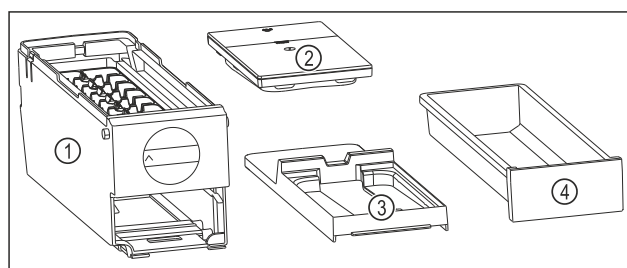

Fig. 185 Dele af EasyTwist-Ice
- ▷ EasyTwist-Ice er adskilt i fire dele. (se Fig. 185)
- ▶ EasyTwist-Ice må kun adskilles i de afbildede dele. (se Fig. 185)
- ▶ Rengør EasyTwist-Ice-legemet Fig. 185 (1) som en helhed.